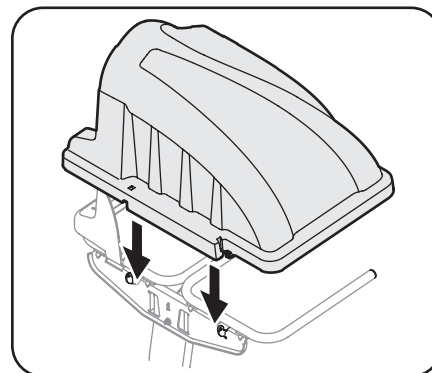

Figure 4-5
3. Installez le couvercle du bac récupérateur sur le support des sacs collecteurs. Voir Figure 4-5. Placez le couvercle en plastique sur les deux encoches de montage du support des sacs collecteurs.